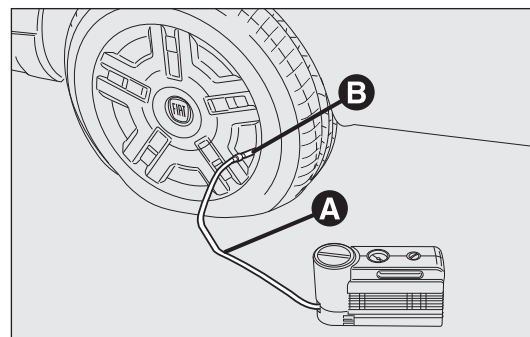

fig. 172
- ☐ Serrer le frein à main. Dévisser le capuchon de la valve du pneu, extraire le tube transparent de remplissage A-fig. 172 et visser la bague B sur la valve du pneu;